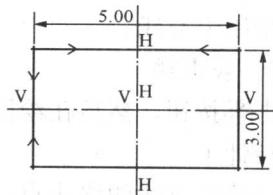

图 1-19 中心对称矩形
(2) 在绘制矩形的时候也可以使用中心线作为对称中心，使矩形的边相互对称，如图 1-19 所示。